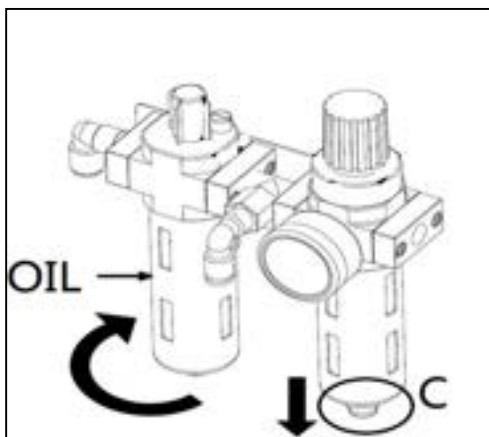

図 40
- オイル噴霧器内のオイルのレベルを確認してください。オイルスケールより低い場合は、SAE30 オイルを注油してください。油水セパレーターの水と不純物を抜いてください。(図 40)